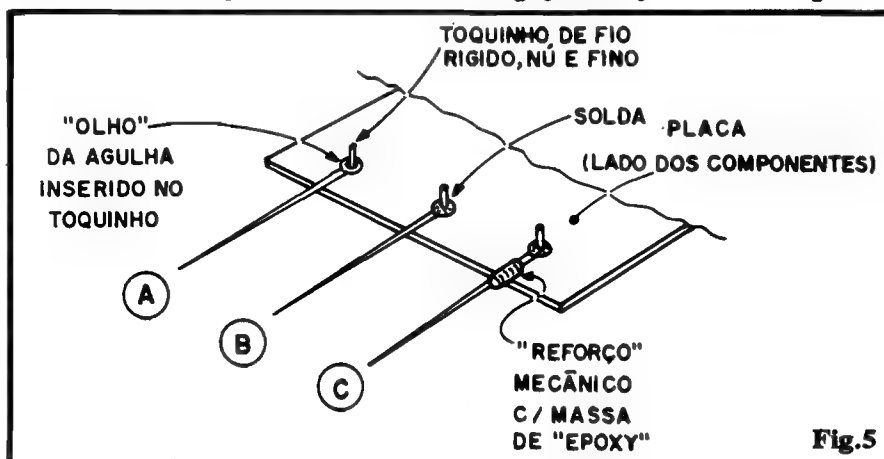

Fig.5
- **FIG. 5 - DETALHES DA LIGAÇÃO/FIXAÇÃO DAS AGULHAS SENSORAS** - Se forem usadas as sugeridas (ver item OPCIONAIS/DIVERSOS da LISTA DE PEÇAS) agulhas de costura manual, com "olho" na traseira (êpa!), tanto a sua ligação elétrica, quanto a sua fixação mecânica ficarão grandemente facilitadas, usando-se o método ilustrado: